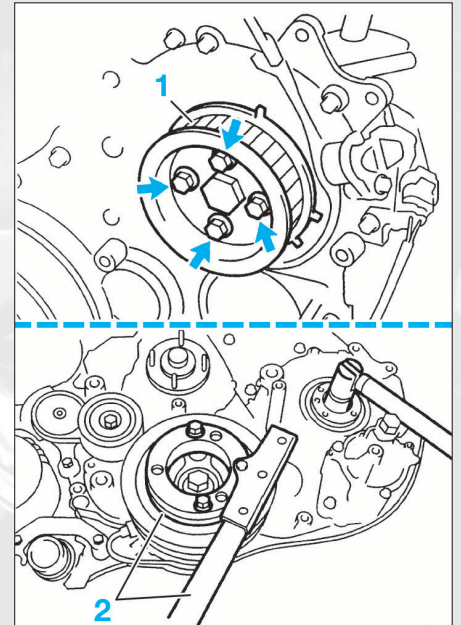

FIG. 29
- Déposer le pignon de pompe d'injection (1) (pour courroie de distribution) (4 vis) (fig. 29).